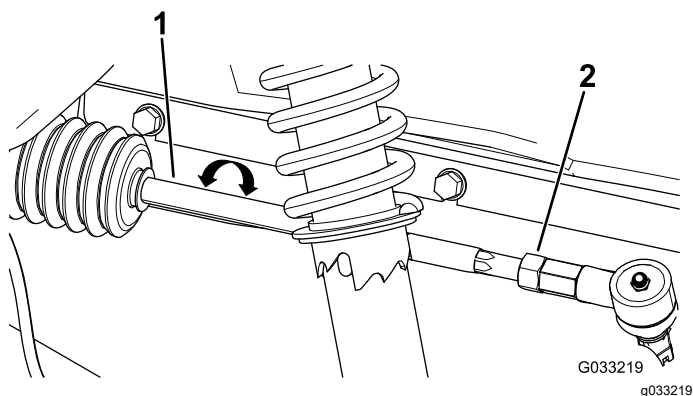

Figure 55
3. Si les mesures ne sont pas comprises entre 0 et 6 mm, desserrez les écrous de blocage aux deux extrémités extérieures des biellettes (Figure 55).